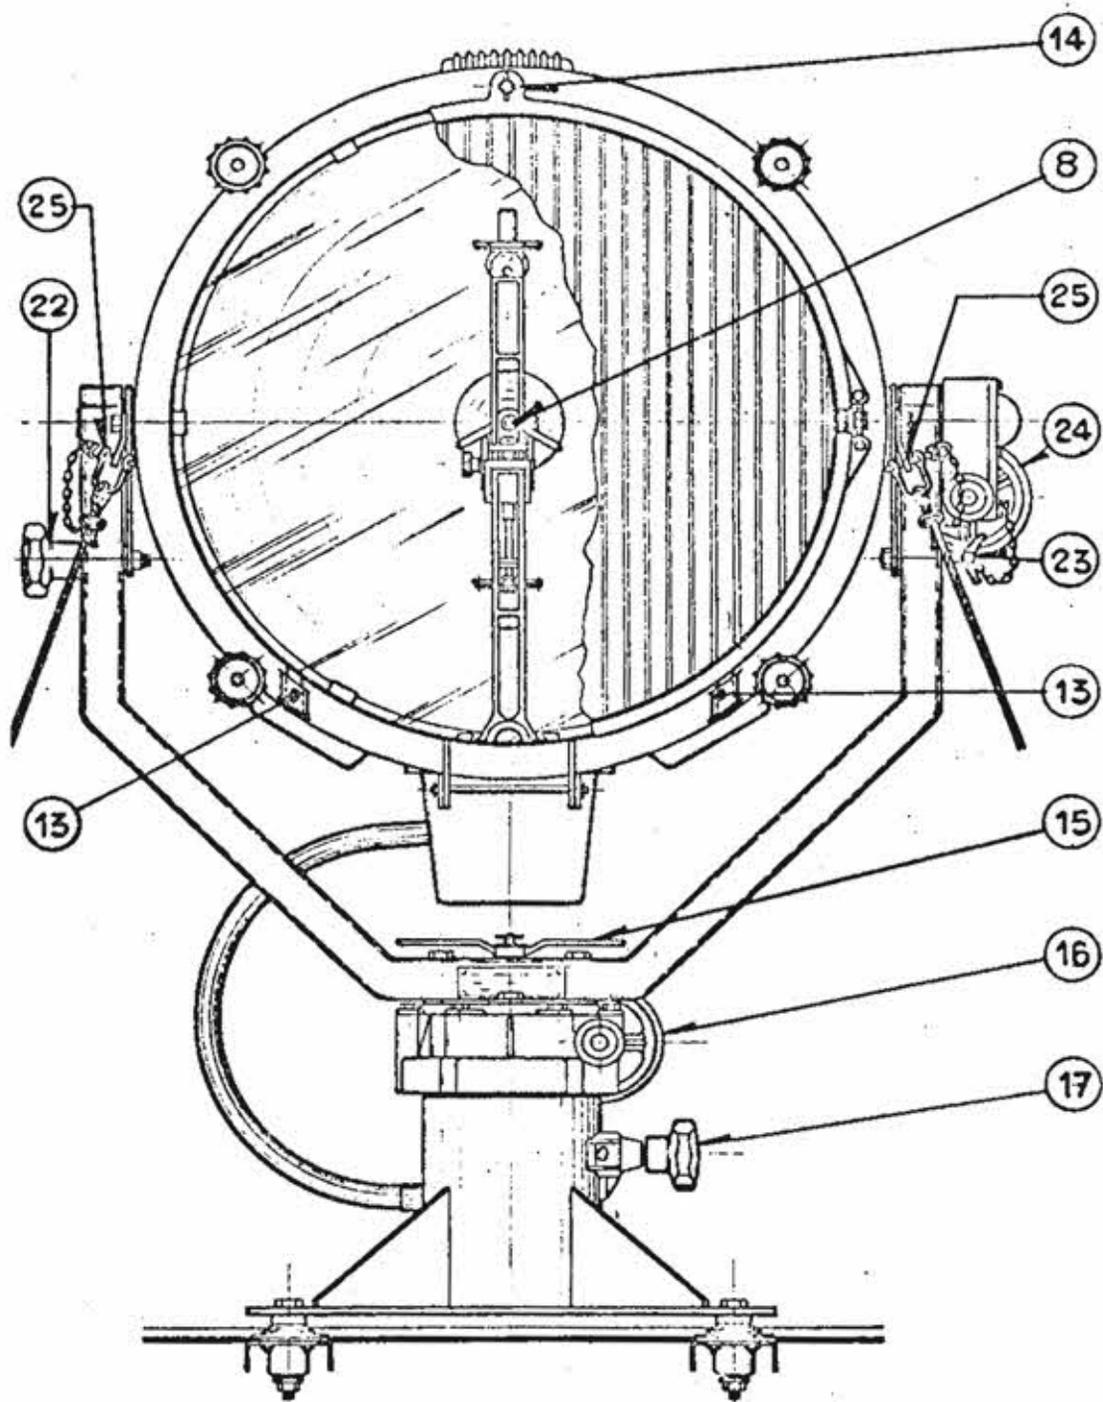

Fig. 3
Il vetro prismatico andrà fissato all'anello frontale assicurandolo inferiormente con i due innesti (13) e superiormente mediante il perno girevole (14) (Fig. 3). Anche in questo caso l'apertura del fascio luminoso potrà essere variata agendo sul pomello della messa a fuoco (11).
- 11) Allentare il dado a doppia leva (15) (Fig. 3) permettendo al proiettore di ruotare sul piano orizzontale.
- *Per i movimenti lenti* agire sul volantino (16) che aziona un riduttore a vite senza fine.
- 12) Allentare il volantino (22) e togliere la spina a vite (23) (Fig. 3) consentendo la rotazione del proiettore sul piano verticale limitatamente a 30° verso il basso e 30° verso l'alto.
avvitare la spina (23), successivamente, bloccare il volantino (22) (Fig. 3).
- 3) Bloccare il volantino (17) e la leva (15).
- 4) Agganciare i quattro controventi (5) (6) (Fig. 1) agli occhielli (26) (Fig. 3). Le funi sono previste di lunghezza tale che non risultano in tensione, e ciò per permettere al proiettore le piccole oscillazioni consentite dagli ammortizzatori elastici applicati alla colonna di base.
- 5) A protezione del vetro frontale del proiettore applicare il disco di lamiera (26) (Fig. 1), negli stessi innesti (13) e (14) (Fig. 3) predisposti per l'applicazione del vetro scanalato.